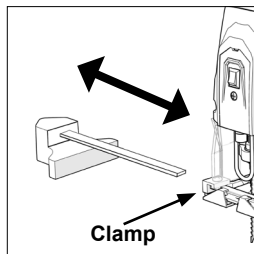

Abb. 11
- Die Klemme in der erforderlichen Betriebsposition entweder an der rechten oder linken Seite der Fußplatte der Maschine direkt vorm Sägeblatt positionieren. (Abb. 11).
- Den Arm der Parallelkantenführung durch die Klemme und die beiden (2) rechteckigen Schlitze in der Fußplatte schieben.